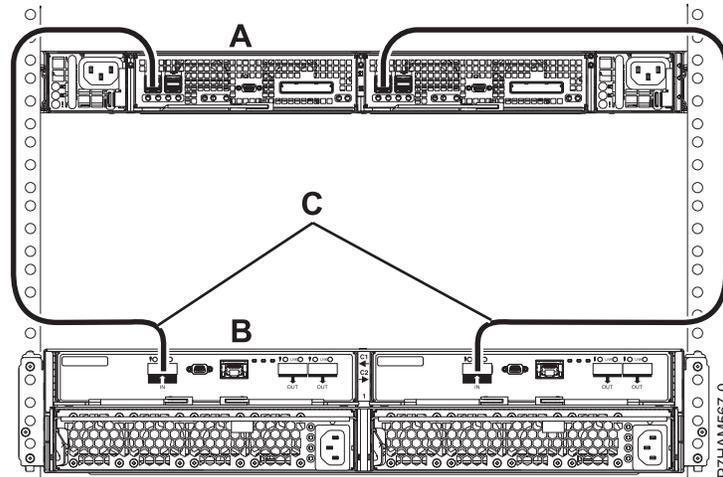

Figura 39. Conexión en modalidad 1 de un alojamiento de unidad de disco 5887 mediante cables EX a un alojamiento de almacenamiento PCIe
13. Realice la conexión en la modalidad 1 de un alojamiento de unidad de disco 5887 (B) utilizando cables EX (C) con un alojamiento de almacenamiento PCIe con soporte para cajones de discos SAS (A), como se muestra en la Figura 39 en la página 83.
- Cada adaptador interno del alojamiento de almacenamiento PCIe (A) tiene acceso al otro adaptador y a todas las bahías de unidad de disco.
- Ambos cables EX (C) del mismo alojamiento de unidad de disco 5887 deben conectarse con el mismo puerto SAS numerado del alojamiento de almacenamiento PCIe, como se muestra en la Figura 39 en la página 83.